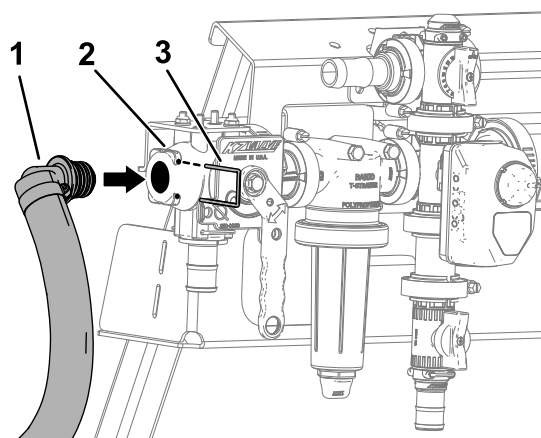

Bild 23
4. Schieben Sie eine gelöste Schlauchklemme über das offene Ende des Schlauchs (Bild 23).
5. Befestigen Sie das offene Ende des Schlauchs im Ejektorventil und befestigen den Schlauch mit einem Befestigungsstift (Bild 23).